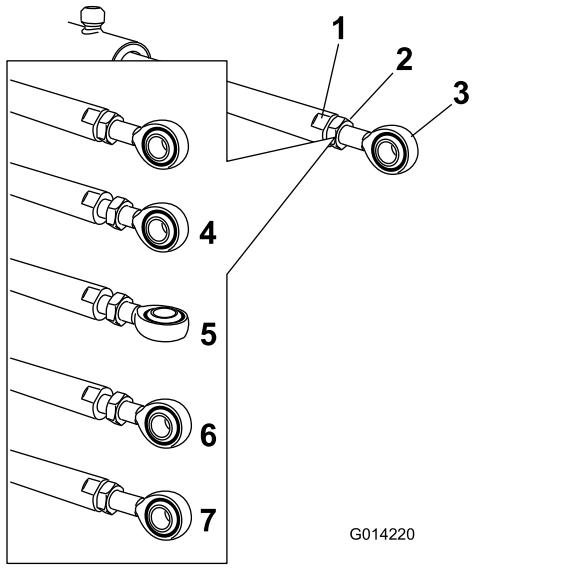

Figura 64
- Utilize uma chave nos lados planos do acionador para immobilizar e, em seguida, desaperte a porca para permitir que a barra do olhal seja ajustada (Figura 64).
- Rode a barra do olhal na barra do olhal para diminuir ou aumentar o acionador estendido para a posição desejada (Figura 64).